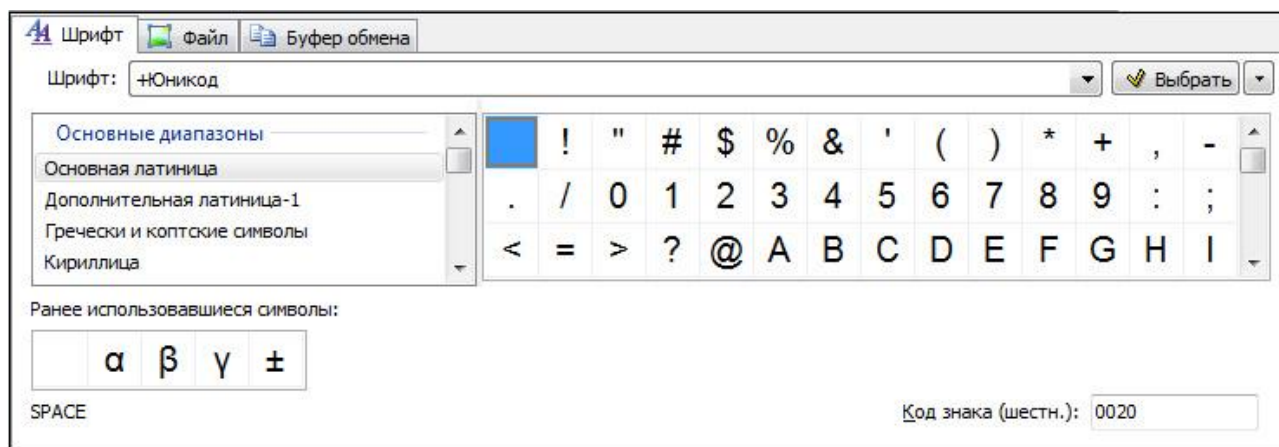

Рисунок 292
2) Выберите инструмент **Вставка символа** . После этого под инструментальными панелями откроется дополнительное окно (рисунок 292).